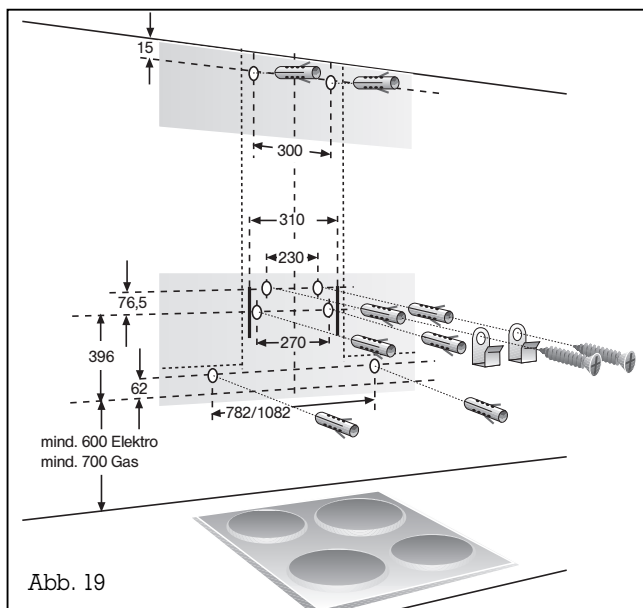

Abb. 19
- Markieren Sie mit Hilfe der Bohrschablone die Positionen der Schrauben an der Wand (Abb. 19).